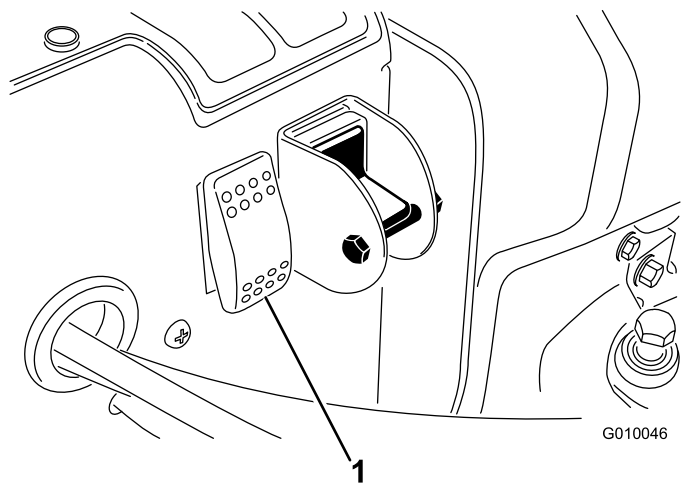

Рисунок 30
2. Нажмите переключатель сброса параметров системы (Рисунок 30).